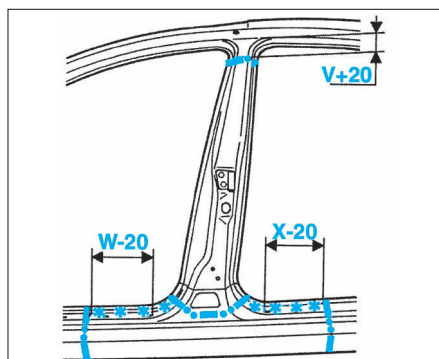

FIG. 57
- Tracer, puis découper (Fig.57).